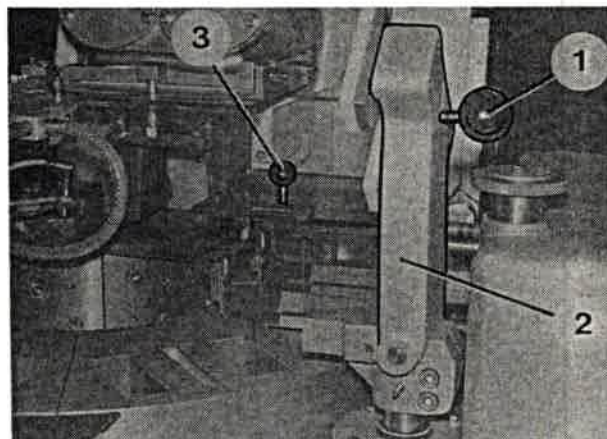

Bild 249
1. Sperre (Bild 249/1) des Preßstempels zurückziehen und Ausleger (Bild 249/2) hochschwenken.
2. Schutzscheibe (Bild 249/3) der Faltstation hochstellen.